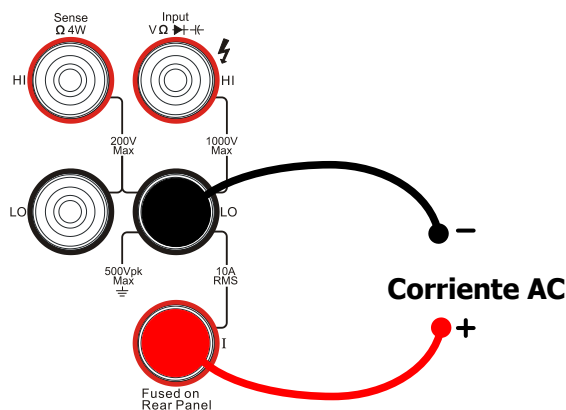

Figura 2-14 Esquema de conexiones
7. Conecte la punta roja (punta de prueba) al terminal de entrada I y la punta de prueba negra al terminal de entrada LO como se muestra en la Figura 2-14.